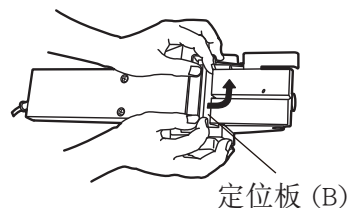

图 10
- (2) 如图 10 所示，拆下化刃之后，按箭头所示方向滑动定位板 (B) 并将其拆下。
- (3) 松开固定炭化刃，定位板 (A) 和定位板 (B) 的 2 颗螺钉。
- (1) 将安装在刀刃上的定位板(A)的转动部份插入位于刀刃座平坦部份的槽中（见第8页的图 10，第9页的图 14）。安上刀刃，使刀刃的两面均从刀刃座的边缘伸出约 1 mm（见图 17）。